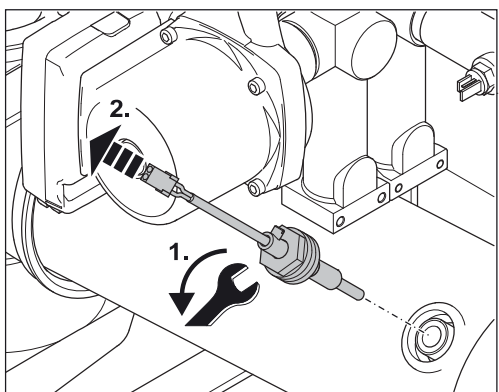

Fig. 6-13 Dévissage du capteur de température des fumées
2. Dévissez la douille du capteur avec une clé de 24 (fig. 6-13) pour la retirer du canal de fumées. Le capteur de température des fumées ne peut être remplacé qu'intégralement, avec la douille.